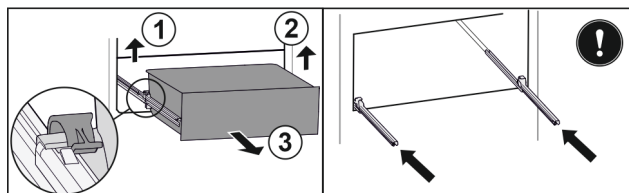

Fig. 131
- ▶ Tõstke vasakut klambrit üles ja tõmmake samaaegselt sahtlit vasakult ettepoole. Fig. 131 (1)
- ▶ Tõstke paremat klambrit üles ja tõmmake samaaegselt sahtlit paremalt ettepoole. Fig. 131 (2)
- ▶ Võtke sahtel ettepoole välja. Fig. 131 (3)